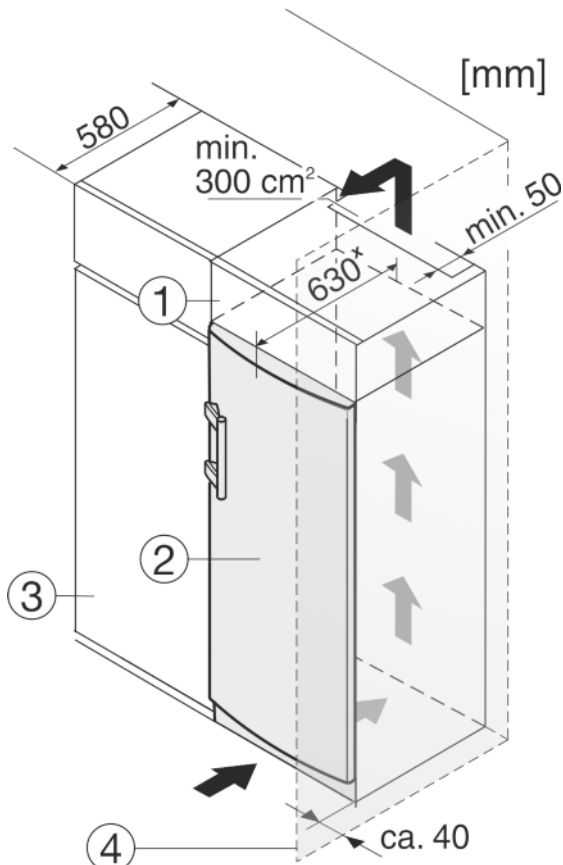

Fig. 10
- (1) Opbouwkast (3) Keukenkast
(2) Apparaat (4) Wand
Het apparaat Fig. 10 (2) kan worden ingebouwd in de keuken. Om het apparaat aan de hoogte van het keukenblok aan te passen, kunt u er een passende opbouwkast Fig. 10 (1) op plaatsen.
Bij een ombouw met keukenkasten (diepte max. 580 mm) kan het apparaat direct naast de keukenkast Fig. 10 (3) worden geplaatst. Het apparaat steekt aan de zijkant 34 mm* en in het midden 50 mm* uit ten opzichte van het keukenkastfront.
Plaatst u het apparaat met de scharnierkant naast een muur Fig. 10 (4), dan moet de afstand tussen apparaat en muur minstens 40 mm bedragen. Dit in verband met het uitsteken van de deurgreep bij een geopende deur.